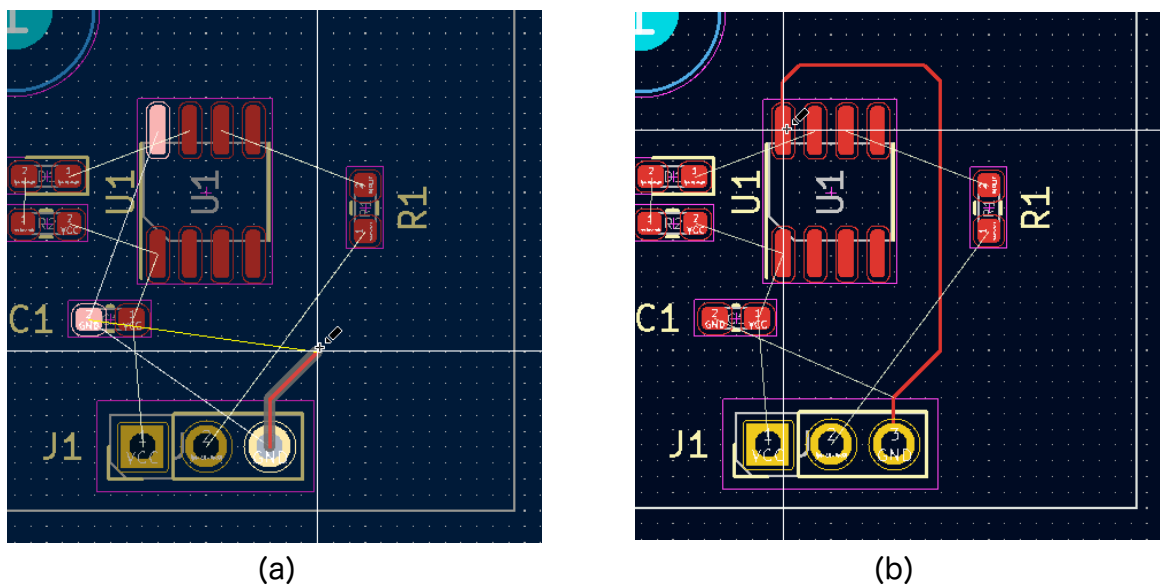

図7-21
- ① グリッドを0.6350mm(25.00mil)にします。
- ② 右ツールバー  「単線..配線」を選択します。
- ③ 「F.Cu」レイヤーを選択します。
- ④ 配線の 始点 → 中間点 とクリックして配線を引き回します。図7-21-(a)
- ⑤ 終点をクリックすると配線接続されラッツネストが消えます。上図7-21-(b)